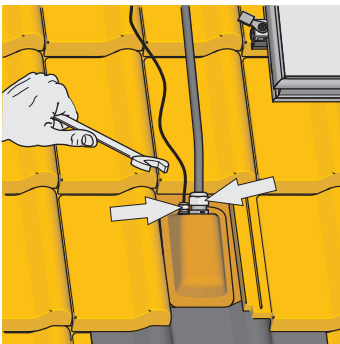

Bild 3-32 Arbeitsschritt 10
10. Verschraubungen der Anschlussleitungen festziehen (beispielhaft Bild 3-32).